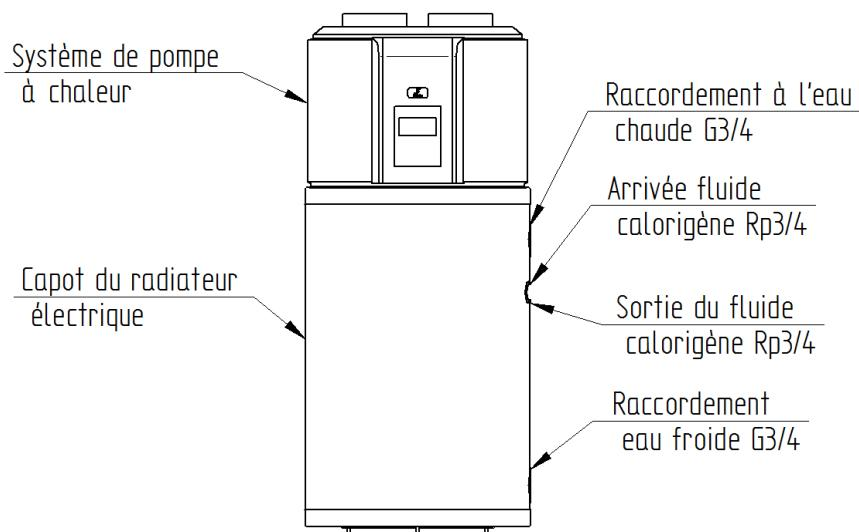

Figure 2.1-2.
Le chauffe-eau à pompe à chaleur HB200(C) se compose principalement d'une partie supérieure dans laquelle se trouve la pompe à chaleur (**figure 2.1.-1**) et d'une partie inférieure dans laquelle se trouve le réservoir (**figure 2.1-2**). La surface interne du réservoir d'eau chaude d'une capacité de 200 L est émaillée, et sa surface externe est protégée par une épaisse couche d'isolant en polyuréthane à haute performance, elle-même recouverte par l'habillage extérieur en plastique de l'appareil. Sur le capot se trouvent le thermoplongeur, le régulateur, l'électronique du témoin d'usure de l'anode, et le témoin d'usure de l'anode en magnésium, qui se trouvent placés horizontalement sur le même axe que le capot.